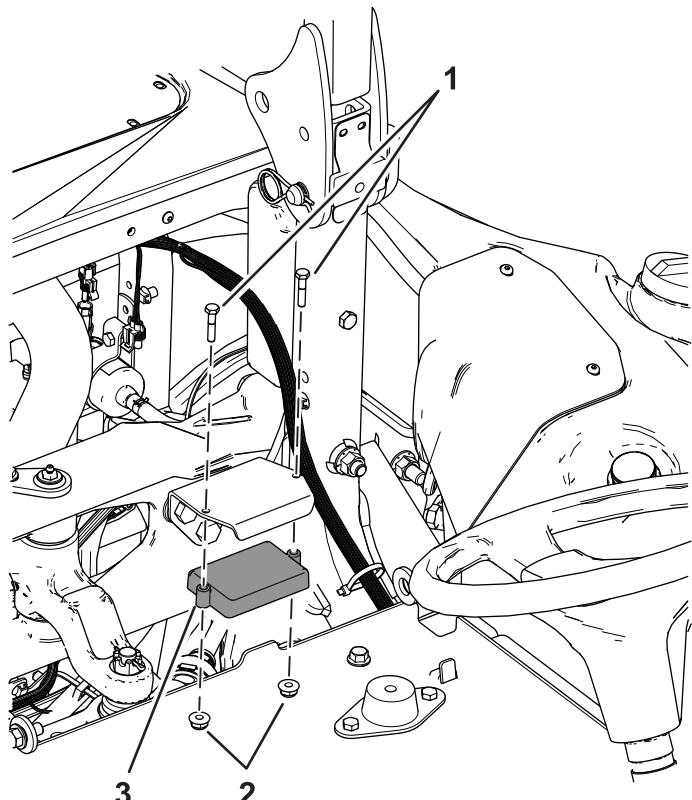

図 4
5. センサーブラケットにセンサーを取り付けるボルト $\frac{1}{4} \times 1\frac{1}{4}"$ 2本とナット $\frac{1}{4}"$ 2個を使用する図4を参照。